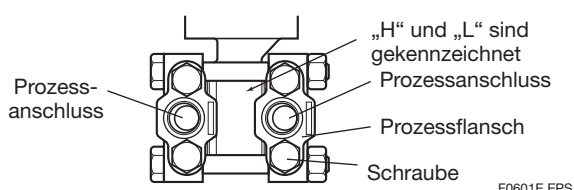

Abbildung 6.1 „H“- und „L“-Symbole auf einer Messkapsel-Baugruppe
(1) Überprüfen der Hoch- und Niederdruckanschlüsse am Messumformer (Abb. 6.1)